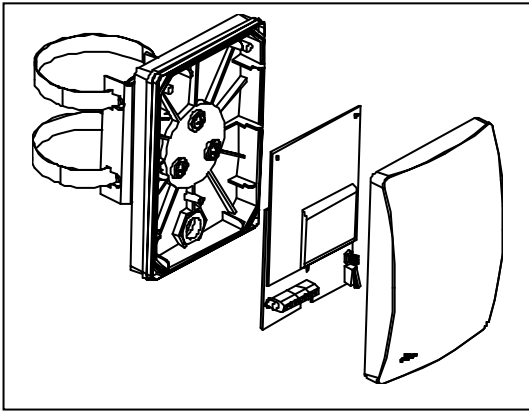
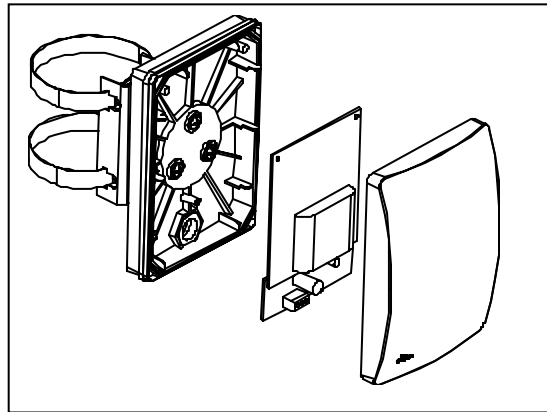

Fig. 7. SA-BM6-R – ricevitore con fascia.
Fig. 8. SA-BM6-T – trasmettitore con fascia.
1. Rimuovere il coperchio ricevitore R (fig. 7) e trasmettitore T (fig. 8) .